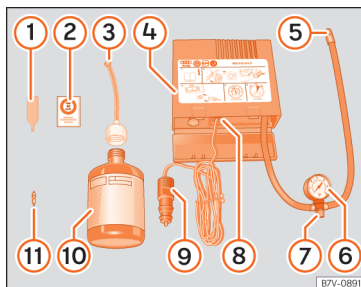

Abb. 80 Prinzipdarstellung: Bestandteile des Pannensets
Das Pannenset befindet sich im Gepäckraum unter dem Bodenbelag. Es besteht aus folgenden Bestandteilen » » **Abb. 80:**
Den Reifenfüllschlauch » Abb. 80 ⑤ wieder anschließen und den Reifenfülldruck an der Reifenfülldruckanzeige ⑥ ablesen.